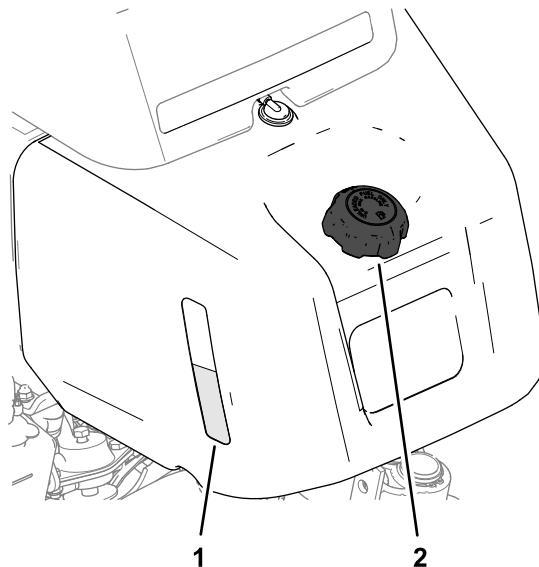
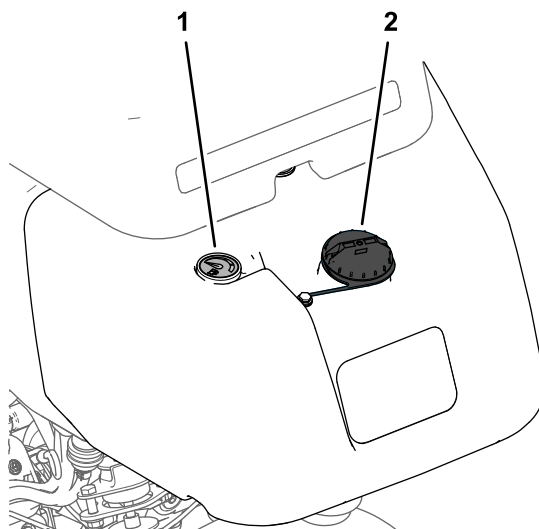

Figura 20
Figura 21
1. Pulite attorno al tappo del serbatoio del carburante e rimuovete il tappo (Figura 20 o Figura 21).